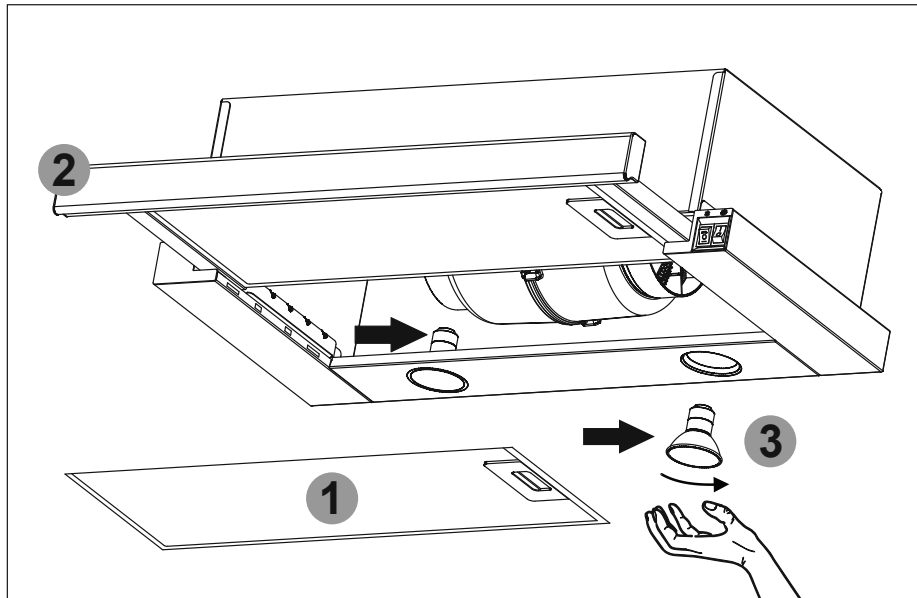

Рис.7
8.9 На вытяжке установлении **HALOGEN** лампы подсветки рабочей зоны плиты. Перед началом замены ламп освещения необходимо отключить вытяжку от электросети, дать возможность охладеть лампам. Для замены лампы необходимо снять алюминиевый фильтр **1**, вытянуть выдвижную панель с фильтром **2**, отжать держателя патрона на себя, чтобы лампа **3** вышла из корпуса вытяжки, удерживая держатель патрона, слегка надавить на лампу в направлении патрона и, повернув ее против часовой стрелки, вынуть из корпуса вытяжки (**рис.7**).